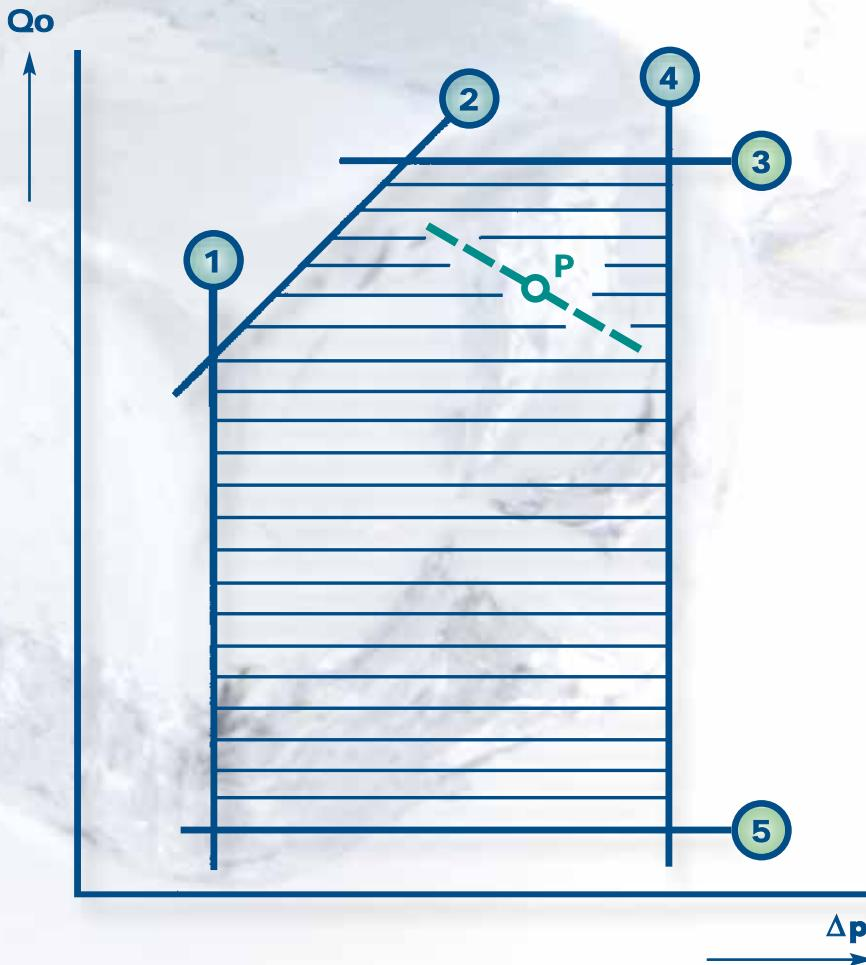

Fig. 4
Jeder Regler hat einen Arbeitsbereich, der in Fig.4 schraffiert dargestellt ist und durch die Grenzlinien (1) bis (5) eingeschlossen ist.
For a fast selection you may also use the enclosed selection diagrams. Each regulator has it's operation range, which is marked in fig. 4 by the hatched area that is surrounded by the bold boundary lines (1) to (5).